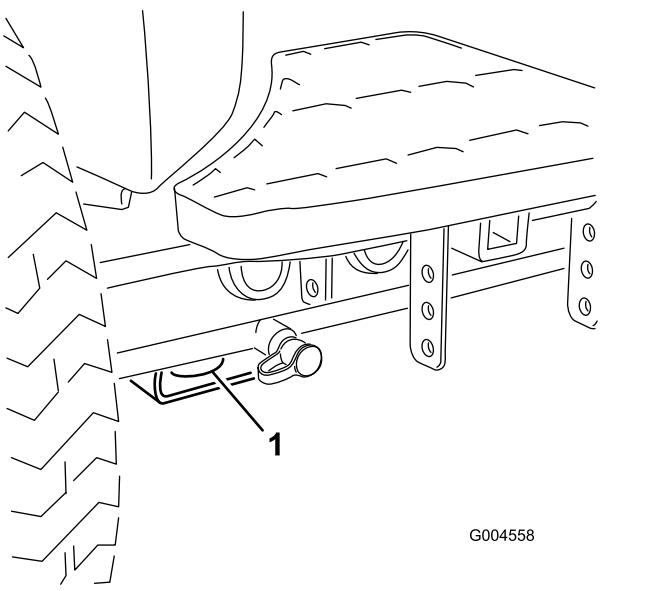

Bild 23
- **Vorderseite der Maschine:** Loch im rechteckigen Polster unter dem Achsenrohr in jedem Vorderreifen (Bild 23).